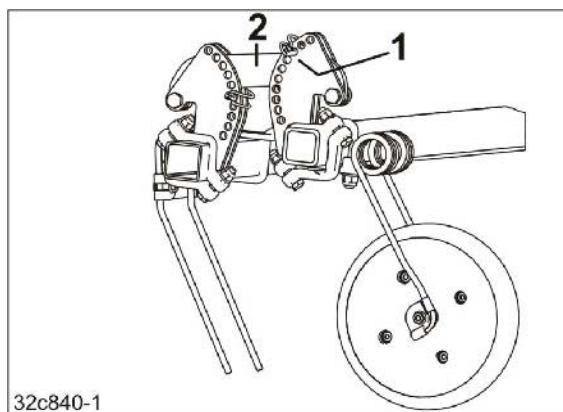

Fig. 3
1. Le réglage de la profondeur de travail des dents de recouvreur s'effectue en enfichant la goupille à arceau (Fig. 3/1) au-dessus du tirant (Fig. 3/2), dans le même perçage sur tous les segments.